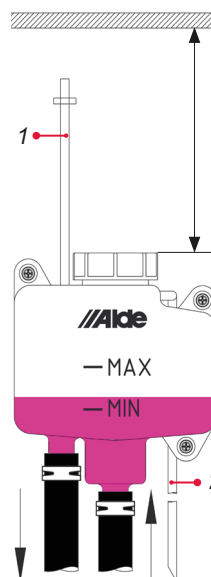

Fig. 14, Corrigez le niveau de glycol dans le réservoir d'expansion lorsque le système de chauffage est froid
Le niveau idéal du fluide glycolé dans le réservoir d'expansion est légèrement au-dessus du repère MIN lorsque le système de chauffage est froid, et sur le repère MAX lorsque le système est chaud. (Fig. 14).
4. Contrôlez le niveau du fluide glycolé dans le réservoir d'expansion. Ajoutez du mélange de glycol si le niveau est bas. Le niveau idéal du fluide glycolé dans le réservoir d'expansion est légèrement au-dessus du repère MIN lorsque le système de chauffage est froid, et sur le repère MAX lorsque le système est chaud. (Fig. 14).